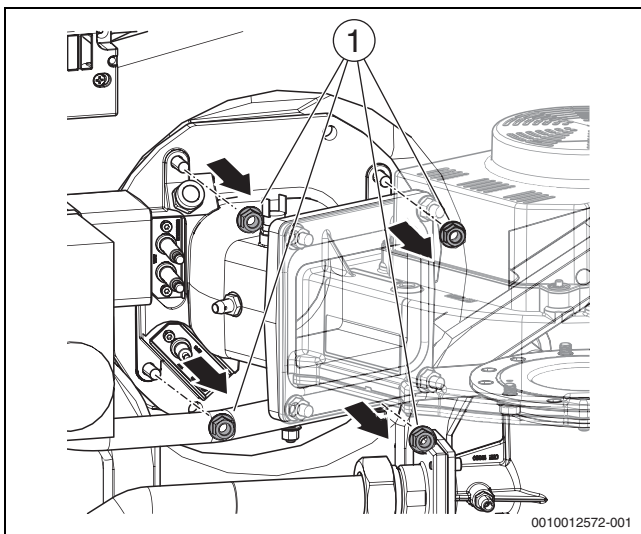
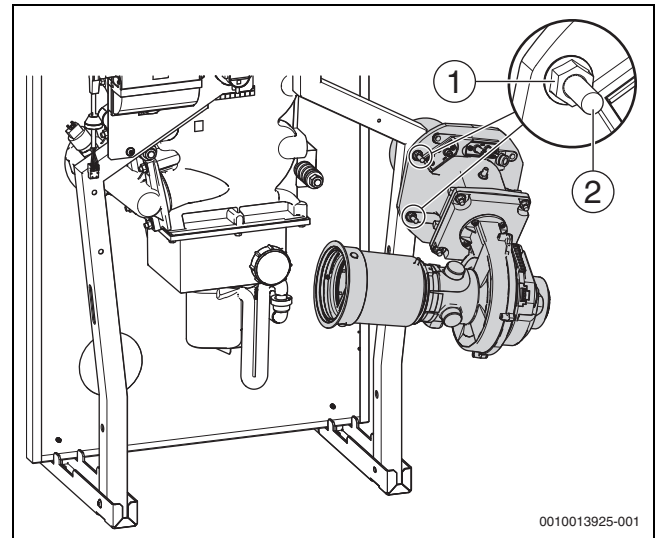

Bild 44 Muttern am Gemischkrümmer lösen
Bild 45 Brenner in Wartungsposition (Montage rechts)
► Brenner mit Flansch auf die werkseitig montierten Schrauben (→Bild 45, [2]) aufstecken und mit zwei der zuvor entfernten Befestigungsmuttern (→Bild 44, [1]) sichern.